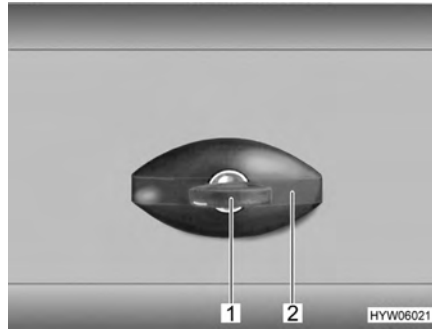

Bild 34 Lucklås, ellipsformat, låst
- Stick in nyckeln i låscylindern (Bild 34,1) och vrid ett kvarts varv moturs. Låshandtaget (Bild 34,2) frigörs.